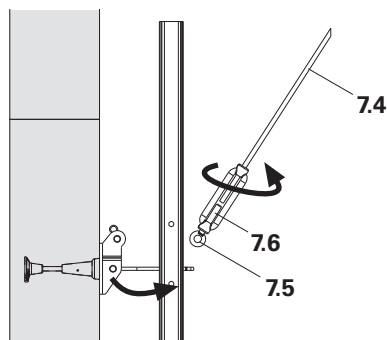

Fig. B1.38
5. Rodar a fivela CB Ø 25-M20L/DW 15 (7.6) na barra (7.4) (Fig. B1.38). Ajustar vagamente o comprimento rodando a barra. Ajustar precisamente rodando a fivela.